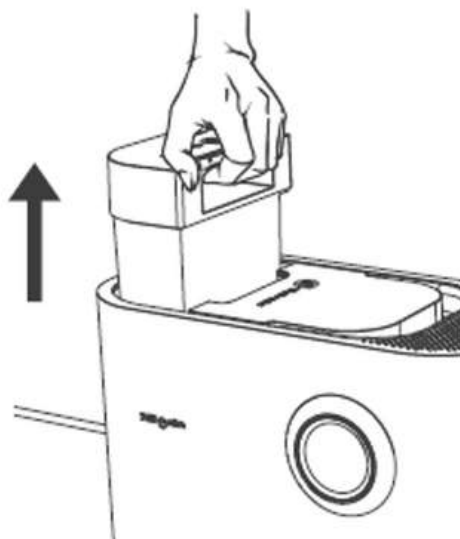

Fig. 15
2. Verwijder de schoonwatertank uit het apparaat (zie Fig.15).